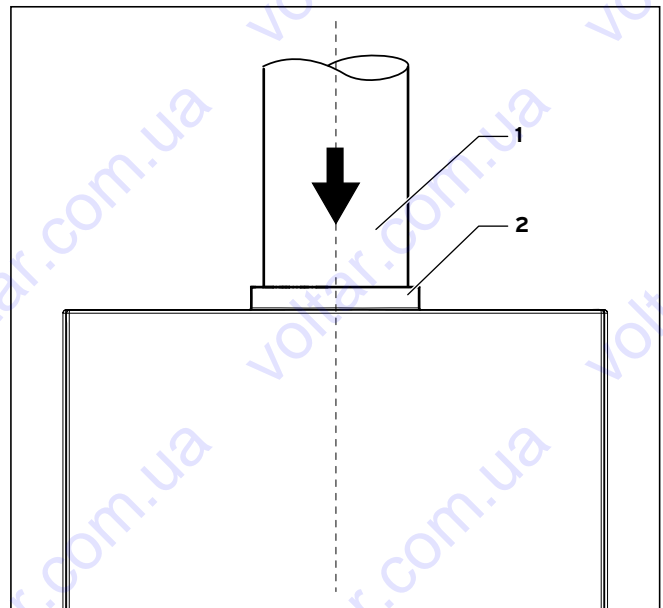

Рис. 5.5 Патрубок газоотвода
- Соблюдайте минимально необходимую длину вертикального дымохода величиной 500 мм (см. рис. 5.5).